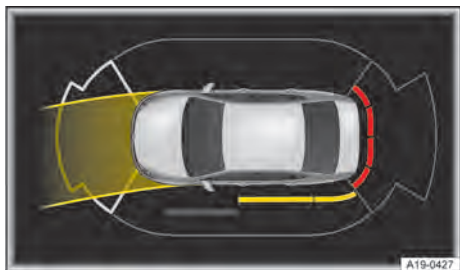

Fig. 129 En la pantalla del sistema de infotainment: detección de obstáculos y giro del volante de la ayuda de aparcamiento (representación esquemática).
La ayuda de aparcamiento detecta la distancia a posibles obstáculos mediante unos sensores situados en la parte delantera y trasera del vehículo → pág. 6, → pág. 8. La ayuda de aparcamiento advierte de la presencia de obstáculos mediante segmentos de colores en la pantalla y señales acústicas → fig. 129, → ①.